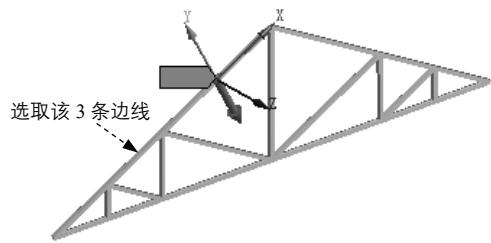

图 7.8.11 添加力载荷 1
步骤 07 添加力载荷 1。在“Outline”窗口中右击 Static Structural (AS) 选项，在弹出的快捷菜单中选择 **Insert** \rightarrow Force 命令，弹出“Detail of ‘Force’”对话框。选取图 7.8.11 所示的 3 条边线，在 **Geometry** 后的文本框中单击 **Apply** 按钮确认；在 **Define By** 下拉列表中选择
Components 选项，在 **Coordinate System** 下拉列表中选择 **Coordinate System** 选项，在 **Y Component** 文本框中输入数值-3000N，其他参数采用系统默认设置；完成载荷力的添加，结果如图 7.8.11 所示。